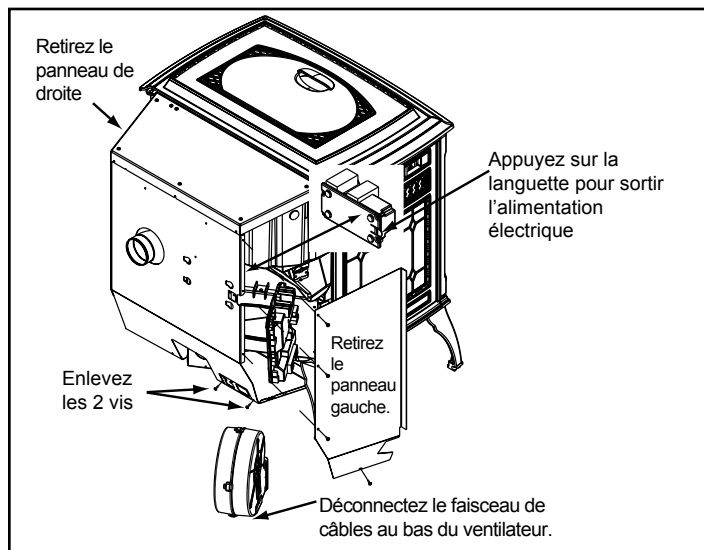

Figure 29.1
2. Enlevez les panneaux gauche et droit en dévissant les 4 vis au moyen d'un tournevis à tête cruciforme. **Figure 29.1.**
3. Pressez la languette sur la gauche et sortez l'alimentation électrique. Il n'est pas nécessaire de déconnecter les fils. **Figure 29.1.**
4. Enlevez les 2 vis au bas du panneau arrière pour pouvoir enlever le ventilateur. **Figure 29.1**
7. Déconnectez le câblage au bas du ventilateur en appuyant sur les onglets latéraux du connecteur, puis tirez dessus pour le sortir. **Figure 29.1.**